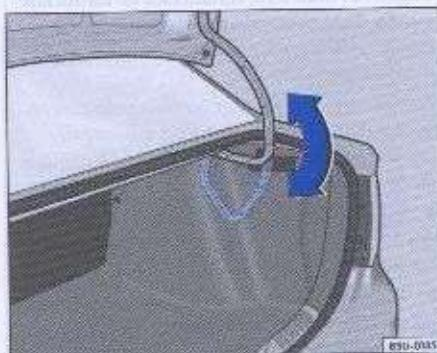

Fig. 60 Área de acción de la bisagra de la tapa del maletero - Voyage
- Asegúrese de que el área de acción de la bisagra en el vehículo Voyage → fig. 60 esté libre para evitar eventuales daños en el equipaje transportado o en la bisagra - peligro de daños!